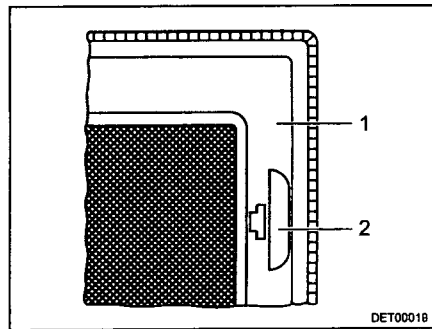

Bild 19 Insektenschutz
- Am Griff (Bild 19,2) ziehen.
- Insektenschutz (Bild 19,1) nach unten klappen.
- Insektenschutz (Bild 19,1) nach oben schwenken, bis er einrastet.